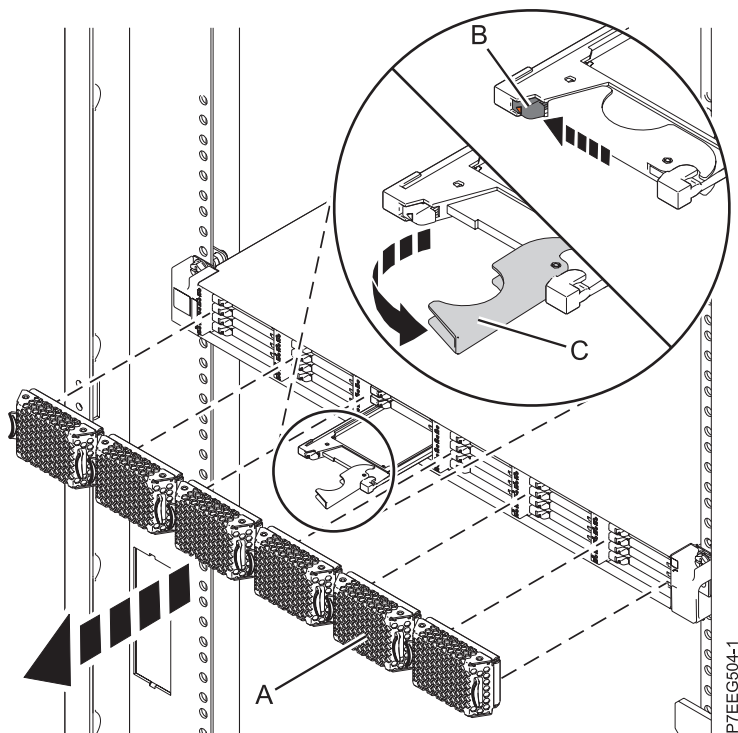

Figura 40. Extracción de la unidad de estado sólido de Alojamiento de almacenamiento 5888 PCIe
1. Retire la placa frontal (A) que cubre la ranura que contiene la unidad de estado sólido. Consulte Figura 40 en la página 66.
2. Deslice suavemente el pestillo de liberación (B) por encima para desbloquear el asa de la unidad.
3. Agarre el asa (C) y saque parcialmente la unidad de la ranura.